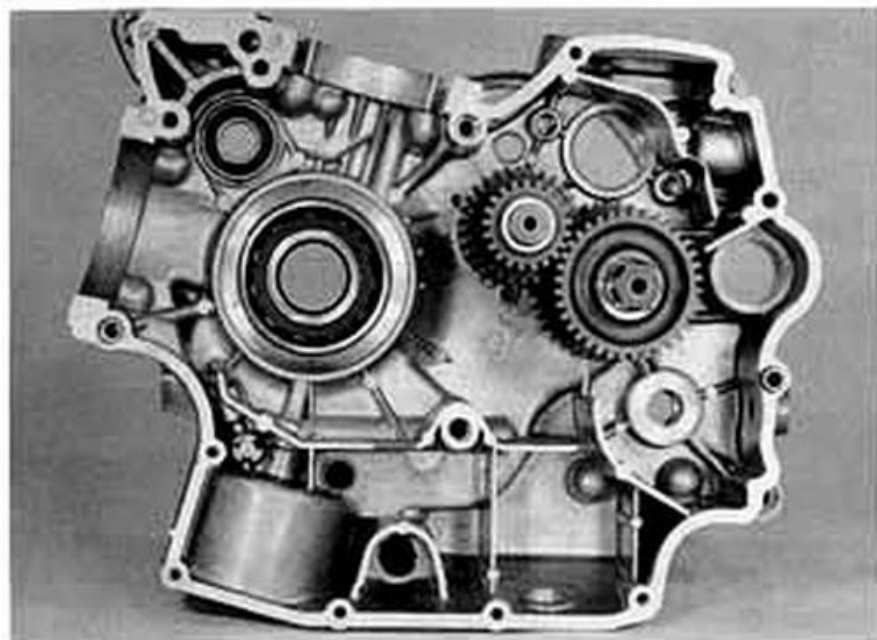

Fig. 47
- Rimuovere le forcelle spostamarce (fig. 47).
- Remove the shifter forks (fig. 47)